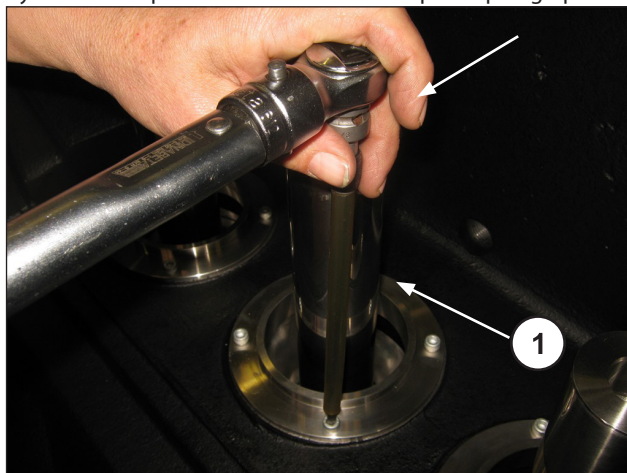

Fig. 161
Serrer les 4 vis M6 (rep. ①, Fig. 161) avec une clé dynamométrique étalonnée comme indiqué au paragraphe 3.